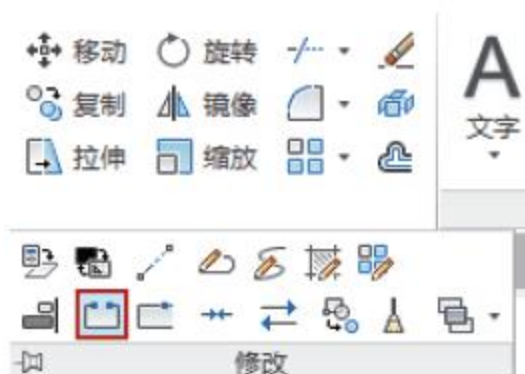

图4-100 单击按钮
- 功能区：在【默认】选项卡中，单击【修改】面板中的【打断】按钮，如图4-100所示。